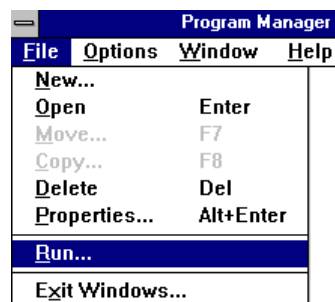
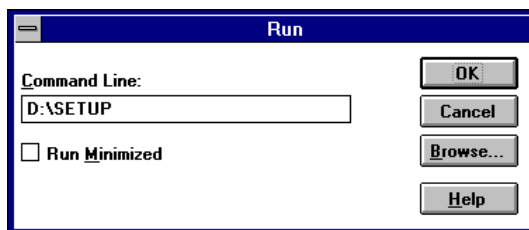
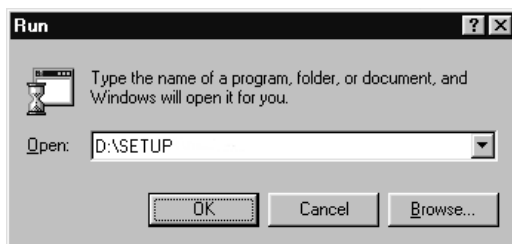
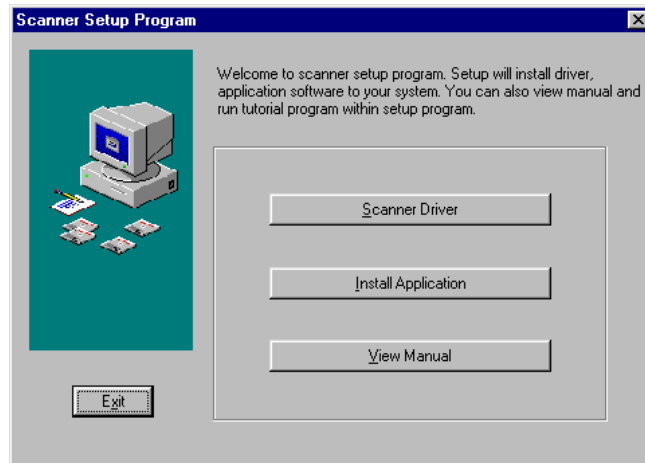

Figura 4: Instalação no Windows 3.1x
Figura 5: Iniciar a instalação a partir do Windows 3.1x
Figura 6: Iniciar o programa de instalação
Figura 7: Janela principal da instalação
3. A partir do 'Program Manager', seleccione a opção 'Run' do menu 'File' (veja a figura 4).
4. Escreva [D:\SETUP.EXE] na linha de comandos. Faça clique em 'OK' (veja a figura 5). O programa de instalação é iniciado (veja a figura 7).
3. Escreva [D:\SETUP.EXE] na linha de comandos e prima <ENTER> (veja a figura 6). O programa de instalação é iniciado (veja a figura 7).
4. Na linha de comandos, escreva **[D:\SET-UP.EXE]**. Depois, faça clique em 'OK'. Veja a figura 4. Após alguns segundos, o programa de instalação é iniciado. Veja a figura 6.
4. Na linha de comandos, escreva **[D:\SET-UP.EXE]** e prima **<ENTER>**. Veja a figura 5. Após alguns segundos, o programa de instalação é iniciado. Veja a figura 6.
4. Na linha de comandos, escreva **[D:\SET-UP.EXE]**. Depois, faça clique em 'OK'. Veja a figura 4. Alguns segundos depois, o programa de instalação é iniciado. Veja a figura 6.
4. Na linha de comandos, escreva **[D:\SET-UP.EXE]** e prima **<ENTER>**. Veja a figura 5. Alguns segundos depois, o programa de instalação é iniciado. Veja a figura 6.